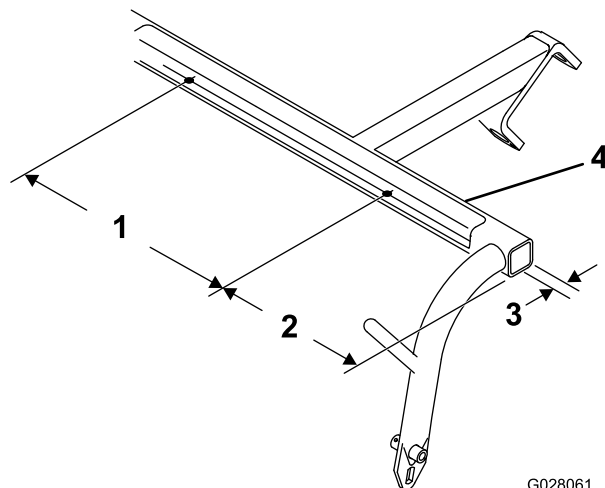

Рисунок 1
1. Просверлите 2 отверстия диаметром 5,6 мм на нижней стороне каждого плеча поперечины ходовой рамы в соответствии с размерами, приведенными на Рисунок 1.